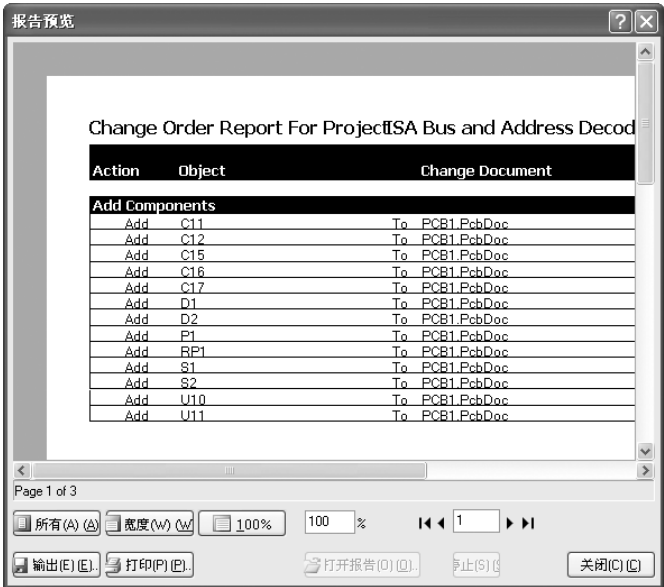

图 7-42 “报告预览”对话框
4) 若用户需要输出变化报告，可以单击对话框中的 **报告更改(R) (R)** 按钮，系统弹出“报告预览”对话框，如图 7-42 所示。在该对话框中可以打印输出该报告。